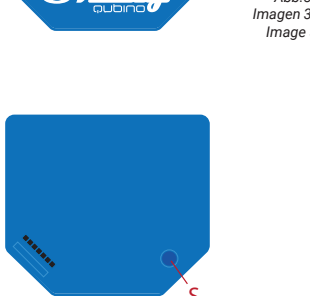

Fig. 4/ Abb. 4/ Imagen 4/ Image 4
- S:** Pulsante S (Fig. 4)
- S:** Botón S (Imagen 4)